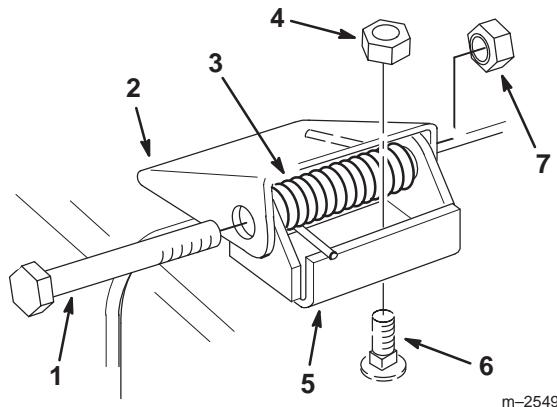

Bild 36
1. Entfernen Sie die Sicherungsmuttern, Schrauben und die Feder, mit denen die Ablenkblechbefestigungen an den Schwenkbügeln abgesichert sind (Bild 36).
2. Entfernen Sie, wenn die Schwenkbügel ausgetauscht werden müssen, die Schlossschrauben und Hutmuttern, mit denen die alten Bügel an der Oberseite des Auswurfskanals abgesichert werden und montieren die neuen Schwenkbügel. Stellen Sie dabei sicher, dass sich die Köpfe der Schlossschrauben an der Innenseite des Schneidwerks befinden (Bild 36).
3. Montieren Sie die Ablenkblechbefestigungen mit den Schrauben, Federn und Sicherungsmuttern zwischen den Schwenkbügeln. Stellen Sie sicher, dass sich die geraden Enden der Federn zwischen den Ablenkblechbefestigungen und dem Ablenkblech befinden (Bild 36).
4. Ziehen Sie die Sicherungsmuttern so weit fest, dass sie die Schwenkbügel berühren (Bild 36).